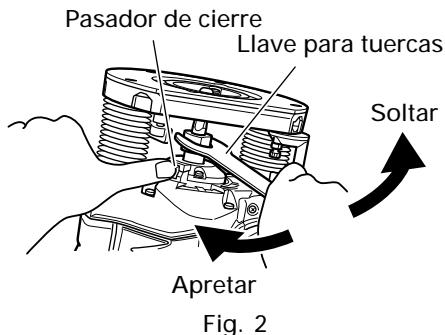

Fig. 2
- (1) Limpie e inserte el mango de la broca en el mandril portabroca hasta al fondo y seguidamente, hágalo retroceder aproximadamente 1/16" (aprox 2 mm).
- (2) Con la broca insertada y presionando el pasador de bloqueo que sujeta el eje del inducido, utilice la llave de 23 mm para apretar firmemente el mandril portabroca en el sentido de las agujas del reloj (visto desde la parte inferior de la fresa). (Fig. 2)